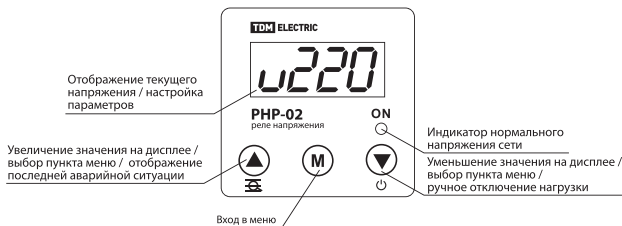

Рисунок 2. Лицевая панель реле РНР-02
6.4. Реле РНР-02 имеет возможность регулировки значений верхнего и нижнего напряжений, а также времени повторного включения. Текущее состояние реле отображается на LED-дисплее и индикаторе «ON» (рисунок 2).